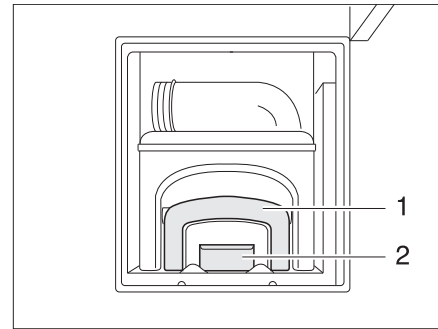

Fig. 281 Accès réservoir pour matières fécales, ouvert
- Actionner le déverrouillage (Fig. 281,2) et retirer le réservoir pour matières fécales (cassette) par la poignée (Fig. 281,1).